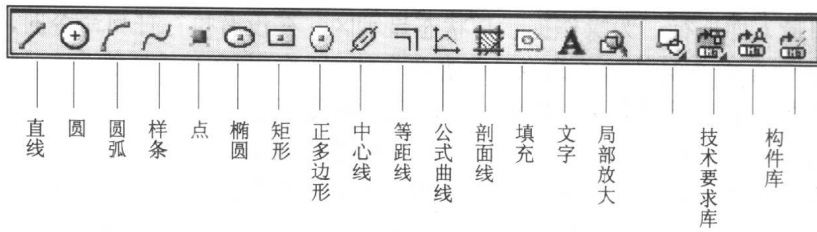

图 1-6 “绘图工具”工具栏
(4) “绘图工具”工具栏 绘图工具栏提供了绘制图形时常用的各种绘图命令，在绘制图形时，只要单击相应的按钮图标，即可执行相应的操作。绘图工具栏中各个图标的含义，如图 1-6 所示。